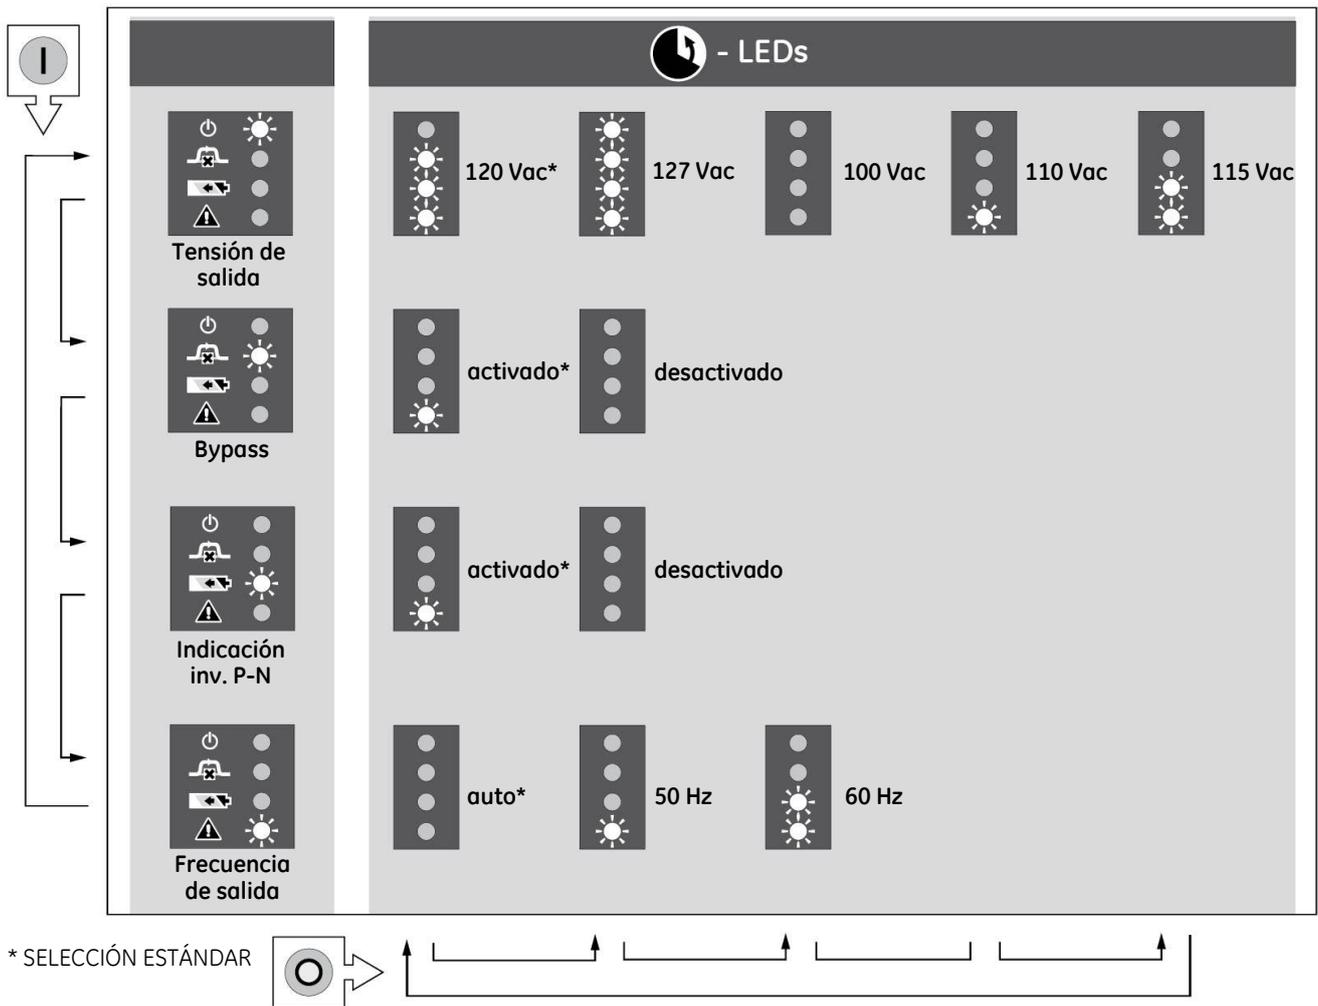

Fig. 4.5: Menú configuración
- Desplácese por las cuatro funciones con la tecla 'I'; uno de los LEDs 'funcionamiento', 'en bypass', 'con baterías' o 'alarma' parpadeará, indicando la función seleccionada (consulte la fig. 4.5).